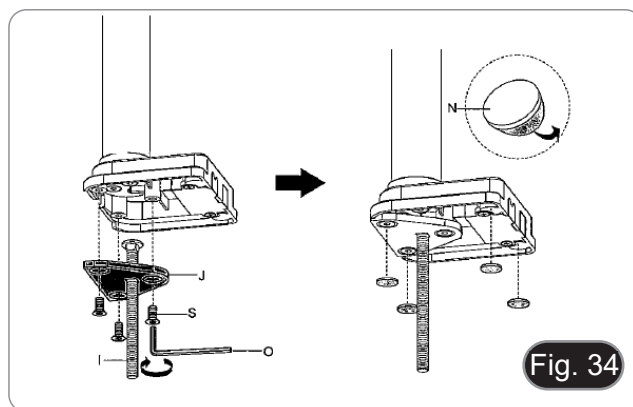

Fig. 34
3. Inserire la vite (I) nella piastra di fissaggio (J).
4. Serrare la piastra di fissaggio usando le tre viti (S). (Fig. 34)
5. Applicare i piedini in gomma (N) al supporto da tavolo.